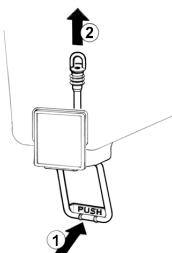

figura 2
5 **Rubinetto a gommino:** premere (1) la leva comando rubinetto e sfilare (2) il gommino dal foro d'uscita del contenitore (vedere figura 2).